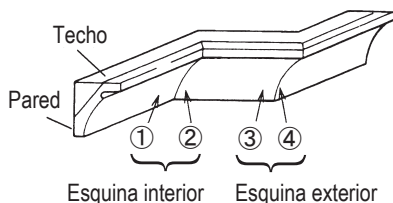
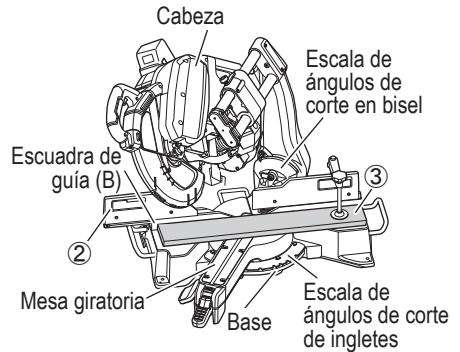
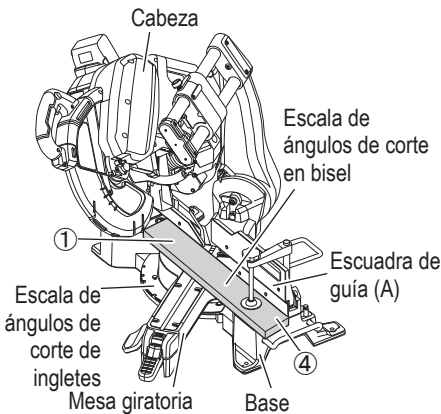
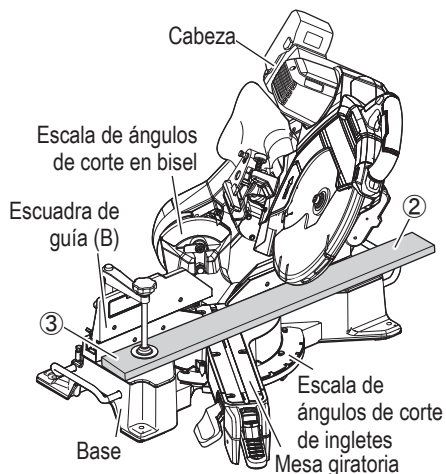

Fig. 42
Fig. 44
Fig. 43
Fig. 48
Con respecto a las molduras en vértice típicas, consulte la Fig. 42.
Para procesar la moldura en vértices en las posiciones ① y ④ de la Fig. 42.
Para procesar la moldura en vértices en las posiciones ② y ③ de la Fig. 42.
- (1) Ajuste para cortar molduras en vértice a las posiciones ① y ④ de la Fig. 42 (consulte la Fig. 43, incline el cabezal hacia la izquierda):
- (2) Ajuste para cortar molduras en vértice a las posiciones ② y ③ de la Fig. 42 (consulte la Fig. 44, incline el cabezal hacia la izquierda):
- (3) Ajuste para cortar molduras en vértice a las posiciones ① y ④ de la Fig. 42 (consulte la Fig. 47, incline el cabezal hacia la derecha):
- (4) Ajuste para cortar molduras en vértice en las posiciones ② y ③ de la Fig. 42 (consulte la Fig. 48, incline el cabezal hacia la derecha):